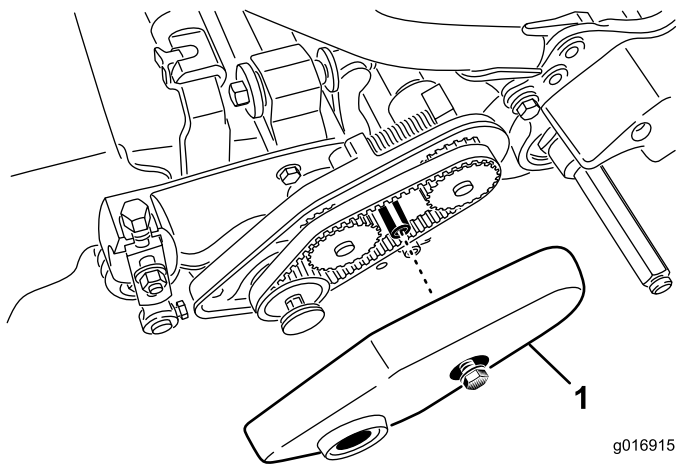

図 15
2. ベルトカバーを固定しているフランジボルトをゆるめてベルトカバーを外し、ベルトを露出させる(図 15)。